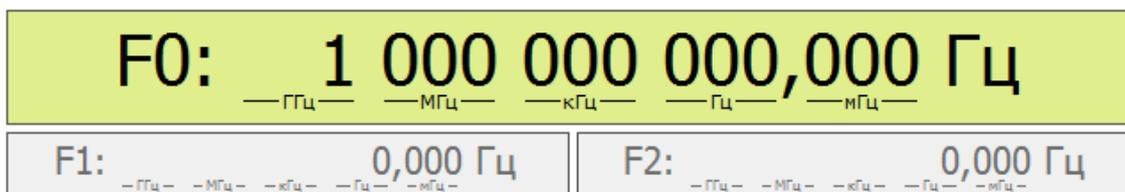

Рисунок 5.34 – Параметры частоты
В параметрах частоты (рисунок 5.34) отображается:
- 1) в режиме «Фиксированная частота и мощность» и «Сканирование по мощности» отображается F0 – значение текущей частоты, поля F1 и F2 затенены (рисунок 5.34);